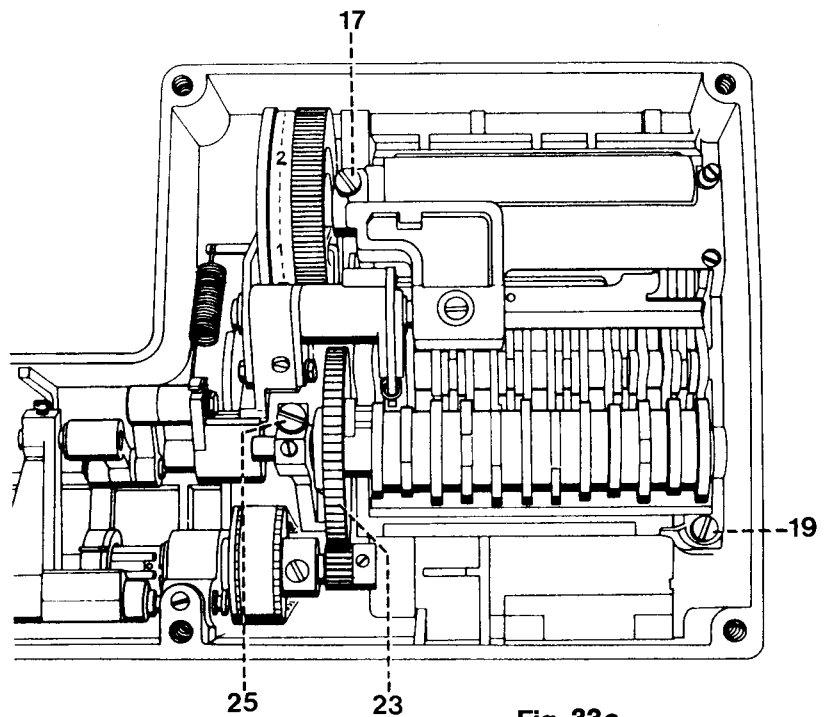

Fig. 33c
- Sortir les trois vis 17, 19 et 25 de l'Automatic (fig. 33c).
- Déplacer le dispositif automatique quelque peu vers l'avant et retirer la courroie dentée 77 de la machine, entre la grande roue dentée 23 et le bout de l'arbre (fig. 33c).
- Engager la nouvelle courroie dentée 77 entre la roue dentée 23 et l'extrémité de l'arbre et la poser sur le pignon inférieur 80 (fig. 33c).